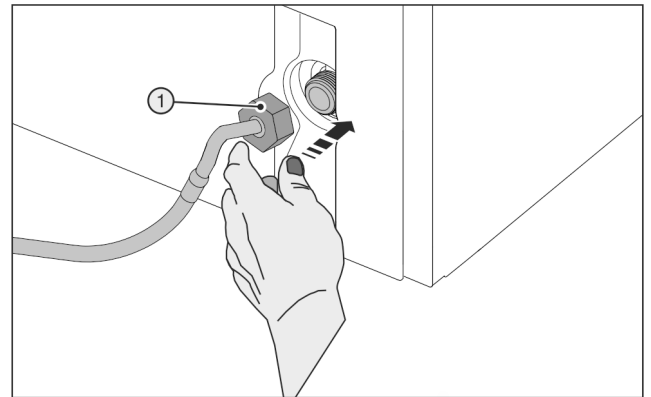

Fig. 29
- Aseta mutteri Fig. 29 (1) varovasti paikoilleen ja kierrä se suoraan kierteisiin.
- Aseta mutteri Fig. 29 (1) varovasti paikalleen ja kierrä sitä kahdella sormella suoraan kierteeseen, kunnes se on tiukasti paikoillaan.
- Käytä aputyökalua (5) ainoastaan huoneenlämpötilassa.
- Kiristä mutteri Fig. 29 (1) kiertämällä aputyökalua (5) myötäpäivään, kunnes maksimaalinen kiristysmomentti on saavutettu ja aputyökalu (5) kääntynyt toiselle puolelle.